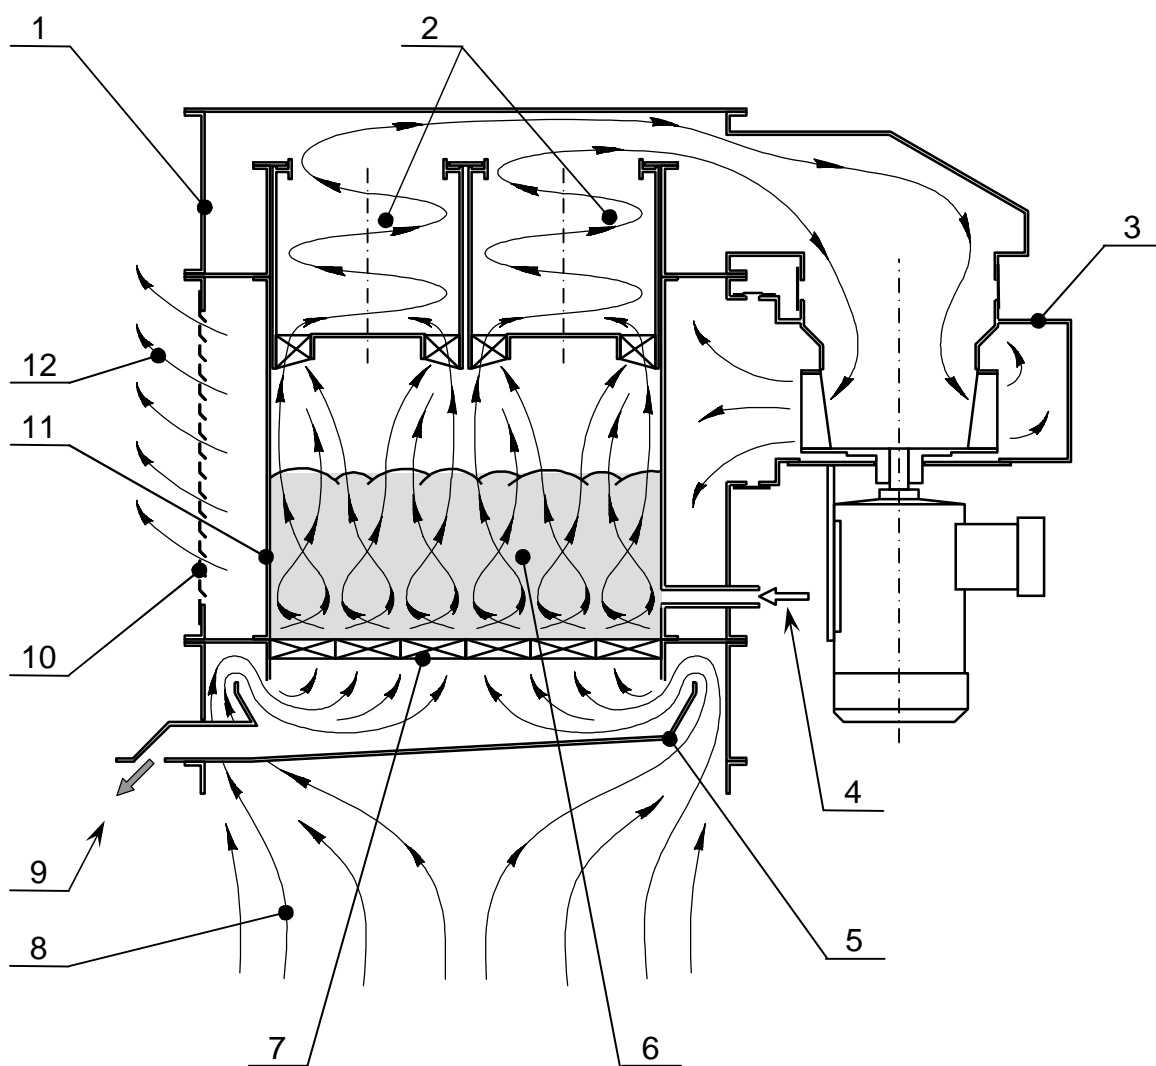
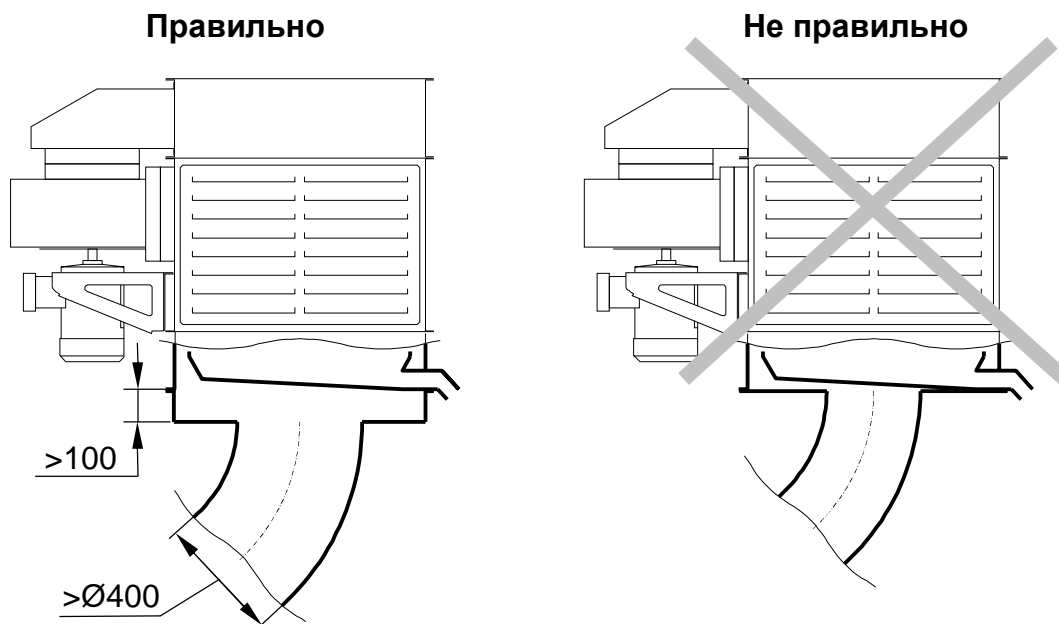

Рис. 2. Устройство МВГ.
Рис. 5. Размещение МВГ на расстоянии от укрытия с использованием трубы в качестве соединительного газохода.
3.2. Загрязненный воздух 8 (рис. 2) поступает в МВГ снизу, в щель образованную поддоном 5 и корпусом 1, затем проходит через диспергирующую решетку 7, над которой смешивается с водой и формирует взвешенный водо-воздушный (кипящий) слой 6. После промывки в кипящем слое очищенный воздух поступает в сепараторы 2, где освобождается от капель воды. Далее воздух поступает в вентилятор 3, из него - в зазор между камерой очистки 11 и корпусом 1, и выходит 12 из МВГ через рассеивающие жалюзи 10.
Если нет возможности разместить МВГ непосредственно над укрытием, допускается установка МВГ на некотором расстоянии от него. В этом случае соединительные газоходы между укрытием и МВГ должны выбираться таким образом, чтобы их аэродинамическое сопротивление не превышало 100 Па. При монтаже также нужно учитывать, что в нижней части МВГ всю центральную часть занимает поддон, и поступление воздуха в МВГ происходит по внешнему периметру (см. рис.2), поэтому при использовании трубы (диаметром не менее Ø400 мм) в качестве соединительного газохода необходимо обеспечить между торцом трубы и нижним фланцем МВГ зазор не менее 100 мм (см. рис.5).